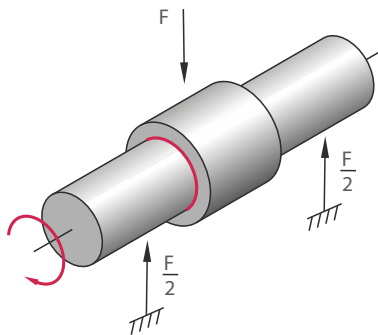

Abb. 13: Punktlast, vertikale konstante Belastung (aufwärtsgerichtet), Buchse steht, Welle dreht. Das Schmiermittel fließt aus dem belasteten Bereich weg.
- Umfangslast, rotierende Belastung, Welle steht, Buchse dreht sich (Abb. 13)